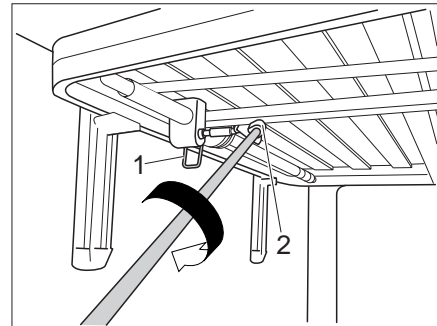

Fig. 119 Réglage en hauteur
- Libérer le levier de sécurité (Fig. 119,1). Le lit peut maintenant être réglé.
- Pousser la manivelle dans le logement carré magnétique (Fig. 119,2). La hauteur du lit peut maintenant être modifiée.
- Tirer la manivelle du logement carré (Fig. 119,2) et la conserver dans le support.